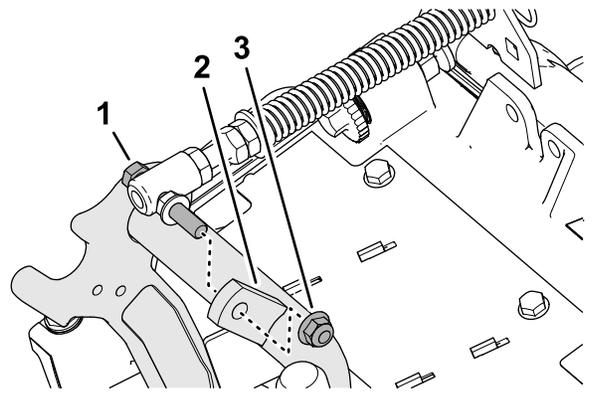

図 19
3. ターフ補正スプリングのキャップスクリューをキャリアフレームの右側タブに固定しているフランジロックナット $\frac{3}{8}$ "を外して、補正スプリングをカッティングユニットから外す 図 19。